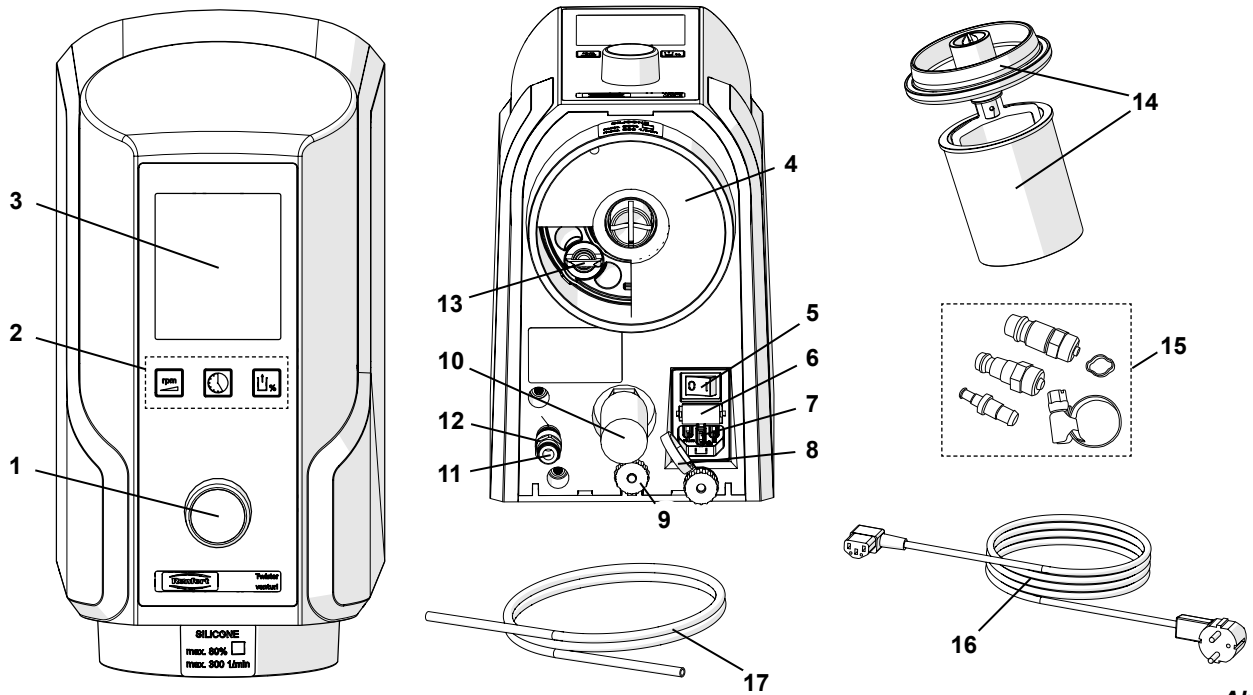

Abb. 1
- ⇒ Druckluftschlauch (17) bis zum Anschlag in Schlauchanschluss des Druckluftanschlusses (11) einstecken. Dabei ist ein leichter Widerstand spürbar zu überwinden.
- ⇒ Zum Anschluss an des Druckluftnetz die passende Schlauchkupplung aus beiliegendem Set (15, Abb. 1) auswählen und am Schlauchende anbringen.